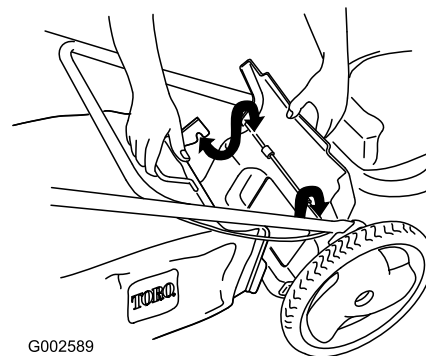

Figure 21
3. Instale la bolsa sobre la varilla de la puerta (Figure 21).